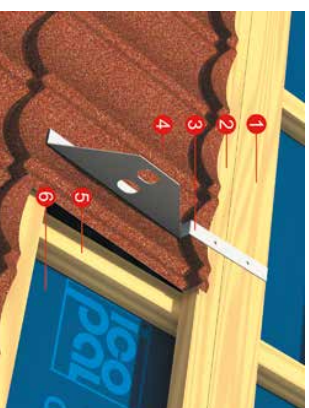

Рисунок 45
5.13.1 В местах крепления опор снегозадержателей при монтаже шаговой обрешетки монтируются дополнительные бруски сечением 40х70 мм. (Рисунок 45).